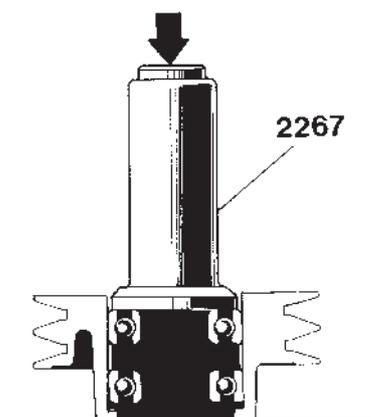

Fig. 199. Montage des roulements avant et arrière dans la poulie.
7. A l'aide de l'outil 2267, enfoncer le roulement arrière dans la poulie (figure 199). Le côté fermé du roulement devra être tourné vers le bas.